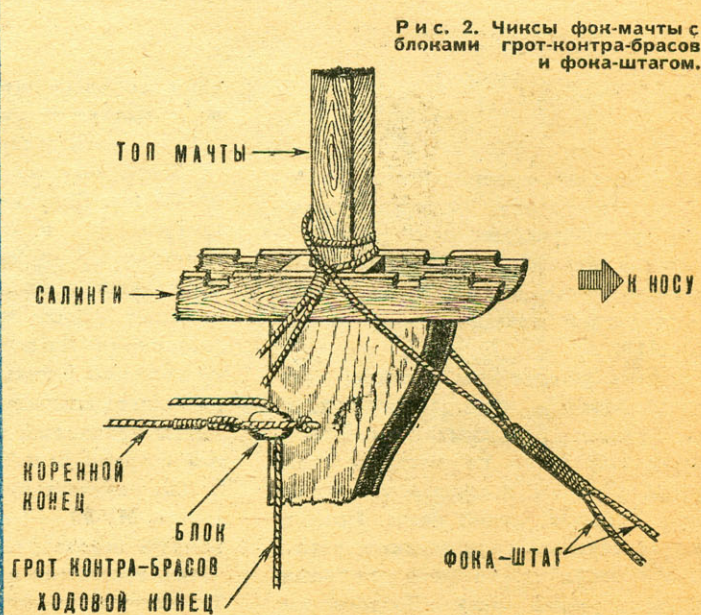

Рис. 2. Чиксы фок-мачты с блоками грот-контра-брасов и фона-штагом.
3. К колоннам мачт крепятся чиксы. На чиксах фок-мачты крепятся по одному блоку с левого и правого борта, для проводки грот-контра-брасов (рис. 2).